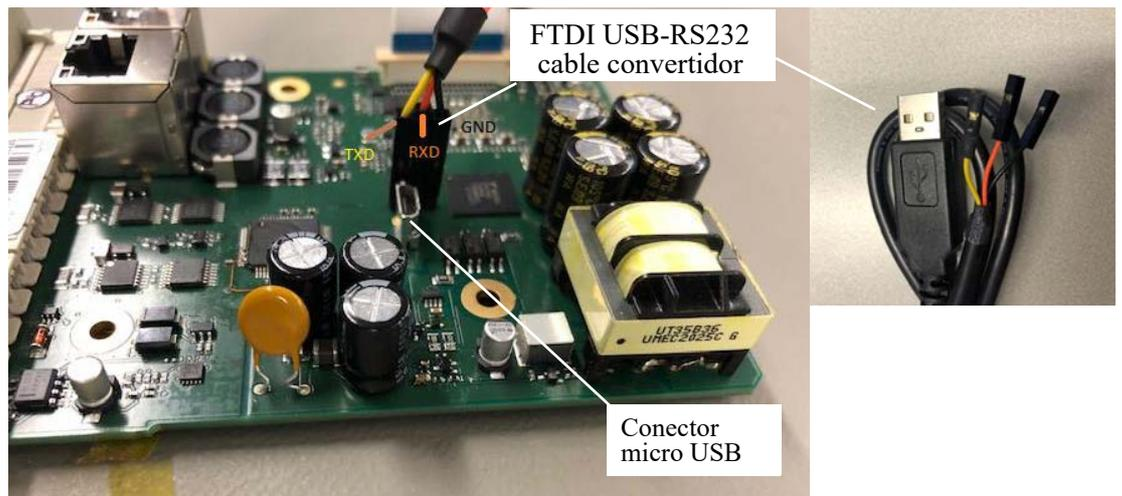

Figura 5-1. Puerto serie y conector micro USB
3. Conecte el conector micro-USB de la unidad PFEA122 al PC mediante el cable USB, véase Figura 5-1.